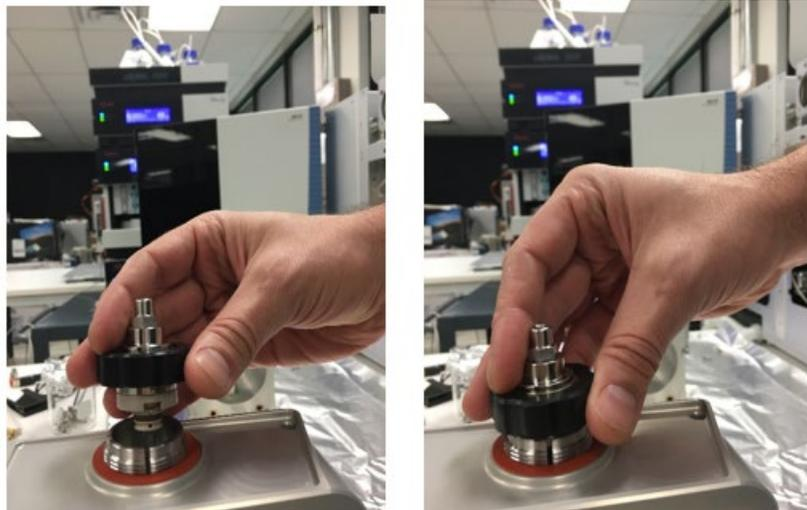

Abbildung 104: Ausrichtung des Stifts an der APCI-Sonde zum Quellengehäuse
- 19) Bringen Sie den Stift an der APCI-Sondeneinheit in eine Linie mit dem Schlitz im Quellengehäuse und schrauben Sie die Sonde fest. Siehe Abbildung 104.